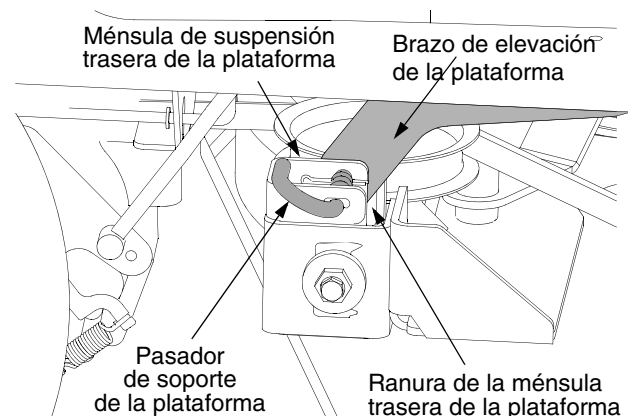

Figura 35
5. Ubique los pasadores de soporte de la plataforma del lado izquierdo y del lado derecho que se encuentran a cada lado de la plataforma. Tire de los pasadores de soporte de la plataforma hacia afuera y fíjelos en posición desenganchada para liberar la plataforma de los brazos de elevación izquierdo y derecho del tractor. Vea Figura 35.
4. Maniobre con la plataforma de modo que las ranuras de las dos ménsulas de suspensión traseras de la plataforma se alineen aproximadamente con los brazos de elevación de la plataforma del tractor. Consulte la Figura 35.
6. Tire de los pasadores de soporte de la plataforma hacia afuera y maniobre con la plataforma según sea necesario para alinear los orificios del brazo de elevación de la plataforma con los pasadores. Consulte la Figura 35.